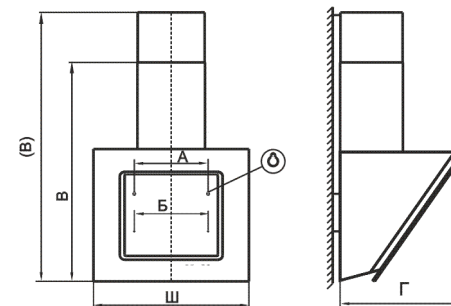

рис. 2
Навесьте вытяжку через отверстия типа «замочная скважина» (размер «А», рис. 2) и дополнительно закрепите ее двумя самонарезающими винтами 6x50 мм (размер «Б») Установите фильтры.
- вверните два самонарезающих винта 6x50 мм (размер А, рис. 2).